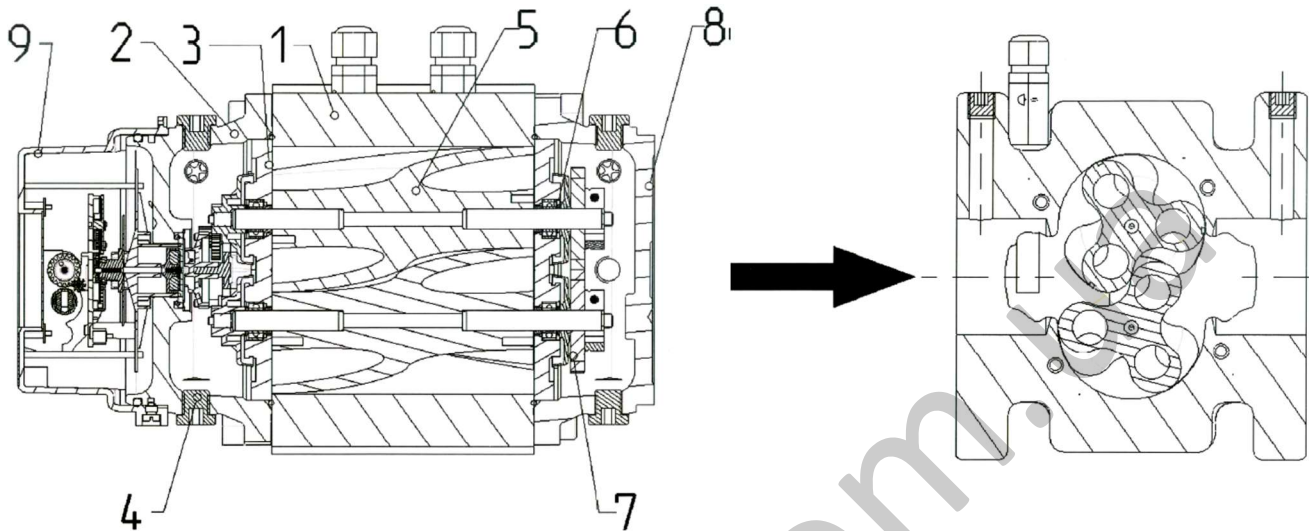

Рисунок 13. Лічильник Delta™ S-Flow™
- 1) S3F — лічильники вироблені із застосуванням технології S-Flow™ (див. рис. 13 та 14);
- 1) S1F/C — лічильники вироблені із застосуванням технології S-Flow (див. рис. 13 та 14);
- 1) S1F— еталонні лічильники, вироблені із застосуванням технології S-Flow (див. рис. 13 та 14);
4.1. Лічильник (див. рис. 13) складається з таких основних частин:
- корпусу (1);
- переднього картера (2);
- передньої пластини (3);
- горловин(и) для заливання оливи (4);
- роторів (5);
- підшипників (6);
- пари шестерень (7);
- заднього картера (8);
- блоку відлікового пристрою (9).